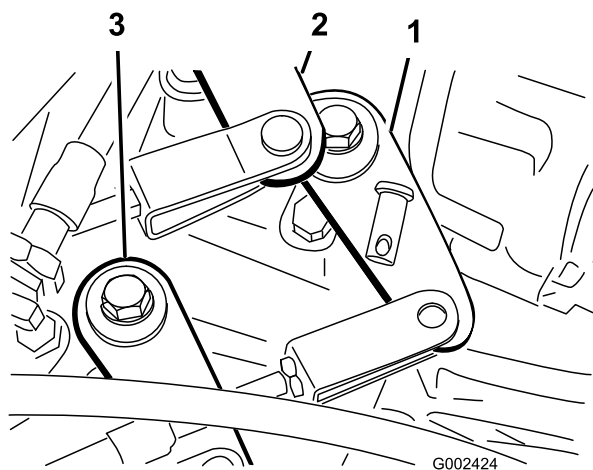

Bild 50
2. Nehmen Sie die Lastösenbolzen ab, mit denen die Schaltzüge an den Getriebechalthebeln befestigt sind (Bild 50).